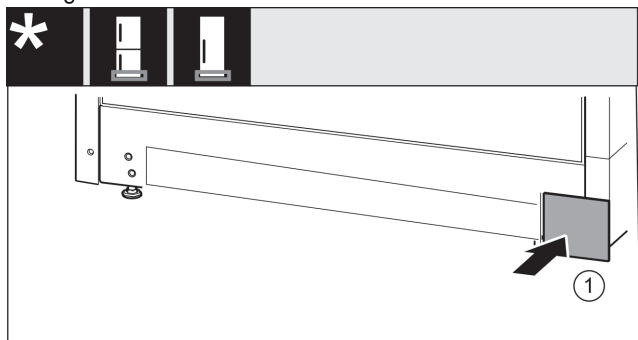

Fig. 45
- Ponovno natakните poklopac Fig. 45 (1) na drugu stranu.